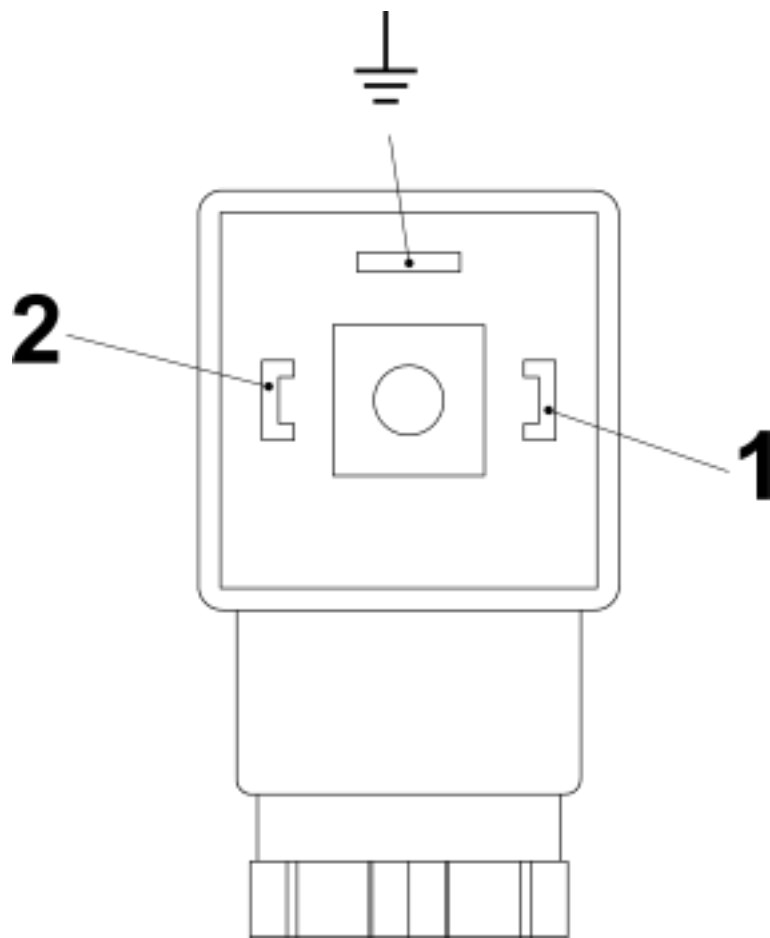
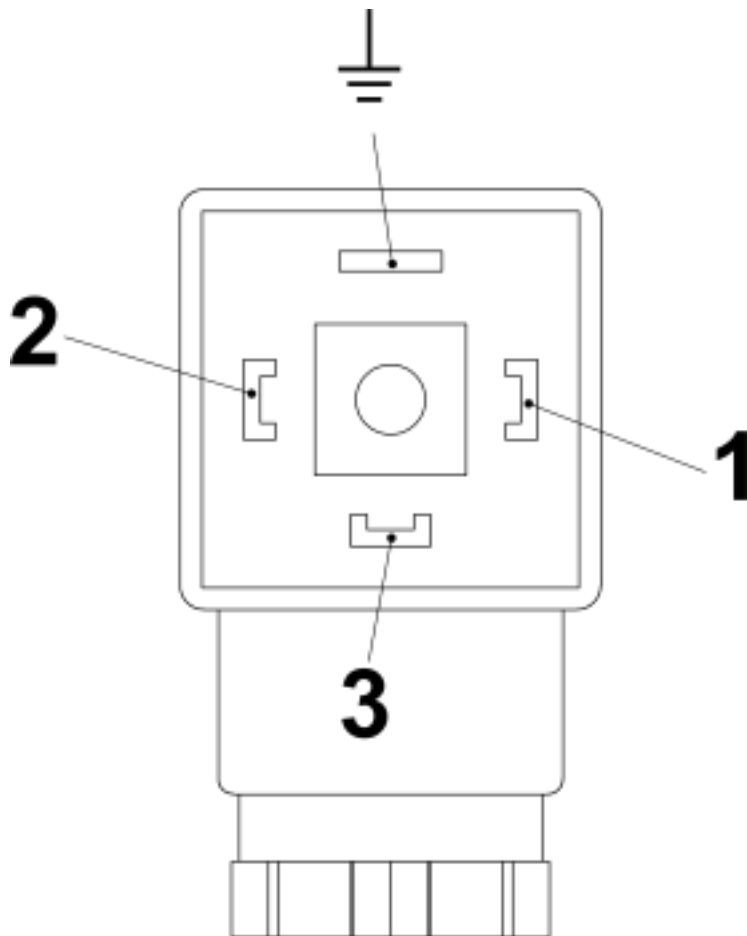

Abb. 31: Pin-Belegung Steckerdose Schließer (Schaltkontakt SG-30 mit Gerätestecker nach EN 175301-803)
Abb. 32: Pin-Belegung Steckerdose Wechsler (Schaltkontakt SG-30 mit Gerätestecker konform nach EN 175301-803)
- 6.** ➤ Schließen Sie das Kabel gemäß den Anschlussbildern (Abb. 31 und Abb. 32) an